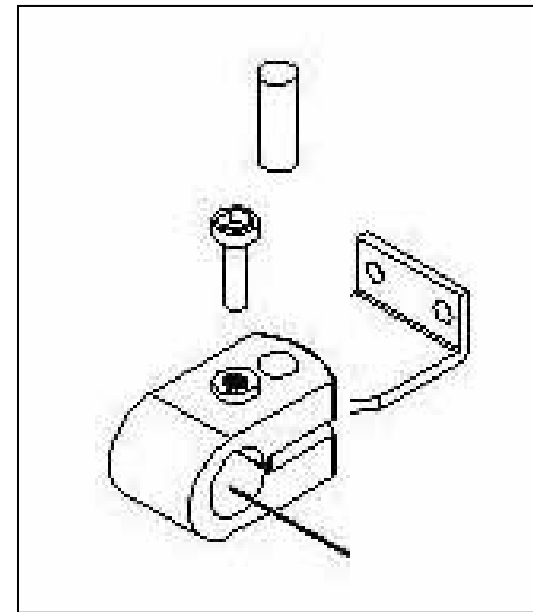

Fig. 5
4. Desserrer le boulon de la pince de blocage/déblocage pour la faire librement glisser dans le tuyau en acier (fig.5)
5. Tourner manuellement à gauche (c'est-à-dire dans le sens contraire à celui des aiguilles d'une montre) le tige en acier du moteur jusqu'à sa fin course de sortie donc le faire rentrer pour 3 cm. en le tournant à droite (c'est-à-dire dans le sens des aiguilles d'une montre), insérer l'étrier et la relative fiche (voir figure 5) visser ou souder l'étrier à la porte de la grille au moment que la grille est tout à fait fermée.
- La porte de la grille peut être ouverte manuellement, en dévissant avec une clé hexagonale de 6 mm le boulon de déblocage/blocage, la pince en PVC glissera librement sur le tuyau en acier (fig. 5).
- Fermer tout à fait la grille en vissant vigoureusement avec une clé hexagonale de 6 mm le boulon de déblocage/blocage, (figure 5).